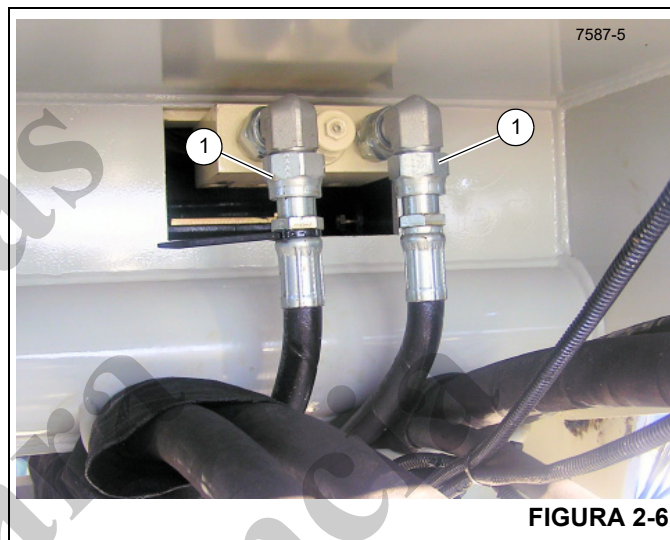

FIGURA 2-6
1. Remova as mangueiras de extensão e retração (entrada de trabalho) (1, Figura 2-6) do cilindro telescópico. Tampe as entradas do telescópio no cilindro. Tampe as mangueiras com bujões.